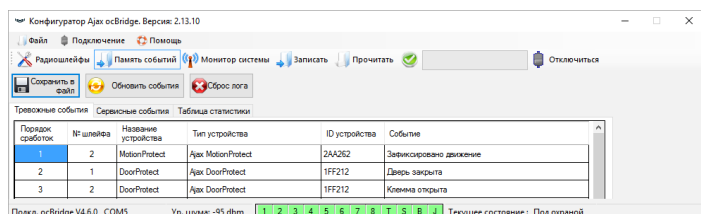
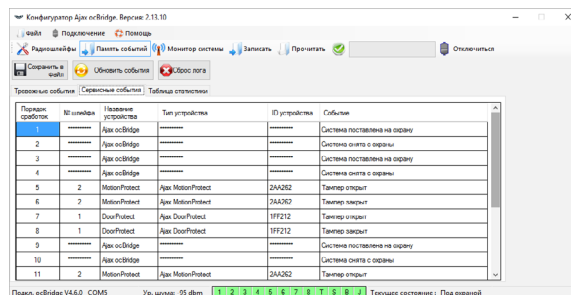
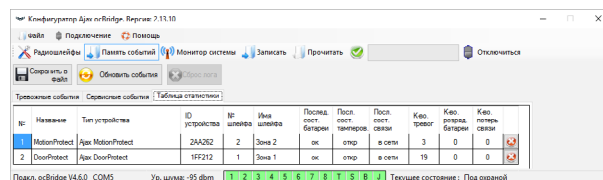

РИС. 12. Журнал тревожных событий
РИС. 13. Журнал сервисных событий
РИС. 14. Таблица статистики
5.6. Вкладка «Память событий» хранит сведения о произошедших тревожных событиях (РИС. 12), сервисных событиях (РИС. 13) и таблицу статистики (РИС. 14). Возможно обновить информацию в журналах событий или очистить их кнопкой «Сброс лога». Журнал содержит до 50 тревожных и 50 сервисных событий. Журналы событий клавишей «Сохранить в файл» можно сохранить в .xml формате, который открывается программой Excel.
Благодаря таблице статистики (РИС. 14) легко контролировать важную информацию по каждому из датчиков: нахождение датчика в конкретной зоне и вообще в сети приема; видеть состояние батареи в любом из датчиков; отслеживать фиксацию тамперных кнопок на всех датчиках; увидеть какой именно датчик и сколько раз сгенерировал тревогу; оценить устойчивость связи по колонке информации о потерях сигнала. В этой же таблице отображается служебная информация – название датчика, тип устройства, его идентификатор ID, № шлейфа/имя зоны.